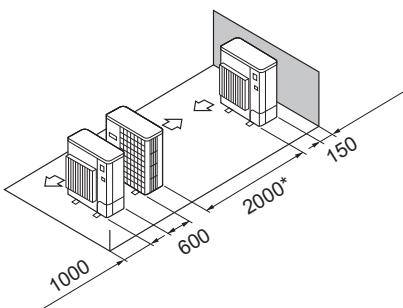

Fig. 2-17
(5) Plassering av enkel parallellenheter (Fig. 2-17)